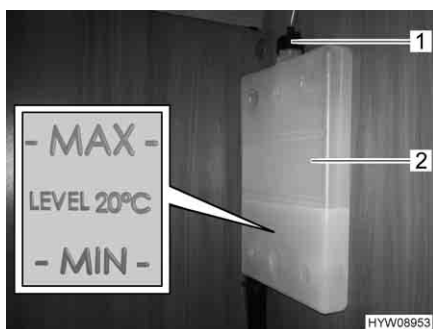

Fig. 181 Vaso d'espansione del riscaldamento ad acqua calda (armadio guardaroba)
- Controllare se il livello del liquido nel vaso d'espansione (Fig. 181,2) è tra le righe del "MIN" e del "MAX".
- Aprire il coperchio (Fig. 181,1) del vaso di espansione.